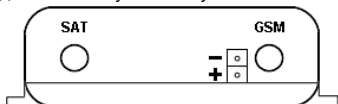

Рис. 2 – Задняя панель терминала МТ
- 5.2.2 Антенна подключается к SAT-разъёму терминала МТ (см. Рис. 2).
5.3.2 Антенна подключается к GSM-разъёму терминала МТ (см. Рис. 2).
5.5.5 «-» провод кабеля БС (см. Рис. 2 контакт «-») должен подключаться к металлической части корпуса ТС при условии **надежного** контакта с ним.
5.5.6 «+» провод кабеля БС (см. Рис. 2 контакт «+») должен подключаться напрямую к «+» клемме штатного аккумулятора ТС через предохранитель, устанавливаемый в держателе предохранителя с крышкой.